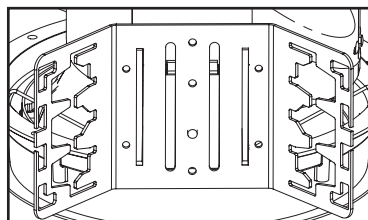

Figura 1. Soporte suspendido universal
1. Por medio de ganchos para colgar barras estándar, canales en C, listones de 3/4" y 1 1/2", o un tubo de 1/2" (todos de otras marcas), inserte el soporte elegido a través de los soportes suspendidos universales y asegure las barras o canales de montaje a la estructura del techo, de modo que el borde del marco de montaje fundido quede a ras del techo acabado y la lente enfrente la pared. (Figura 1.)